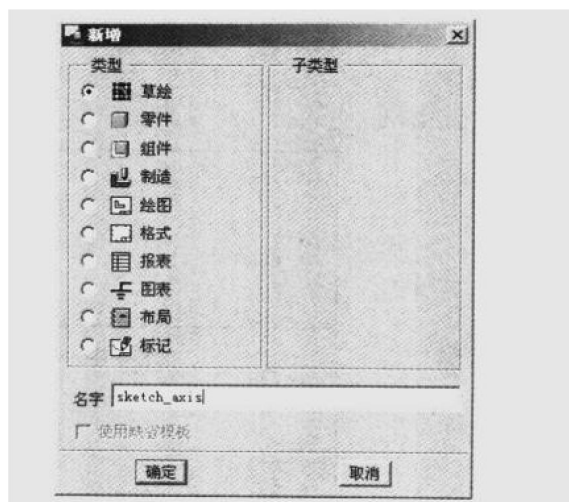

图 1.3 【新增】对话框
- (3) 新建【草绘】文件。进入【草绘】模块设计界面。在菜单栏中选择【文件】|【新建】命令(或者单击主工具栏中的【新建】按钮“”),系统将弹出【新增】对话框,如图 1.3 所示。在该对话框中选择【草绘】单选按钮,并在【名字】文本